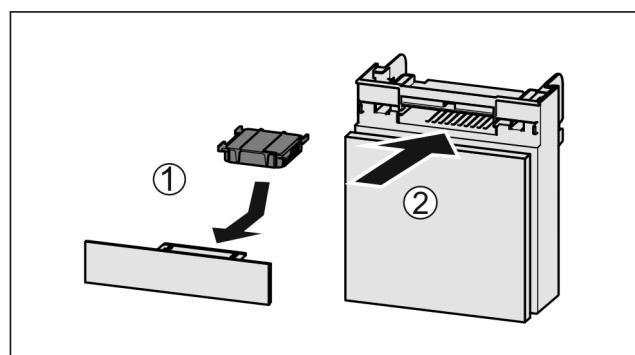

Fig. 187
- Вставити фільтр з активованого вугілля за малюнком Fig. 187 (1).
- Вставити відділення Fig. 187 (2).